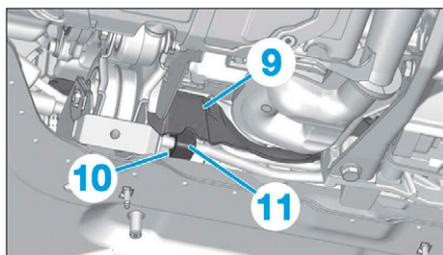

FIG. 16
- les fixations avant (8).
- Écarter la protection thermique (9) du mécanisme de direction (Fig.16).
- Déposer la vis du support tubes (10) de mécanisme de direction.
- Écarter le support tubes (11) du mécanisme de direction.